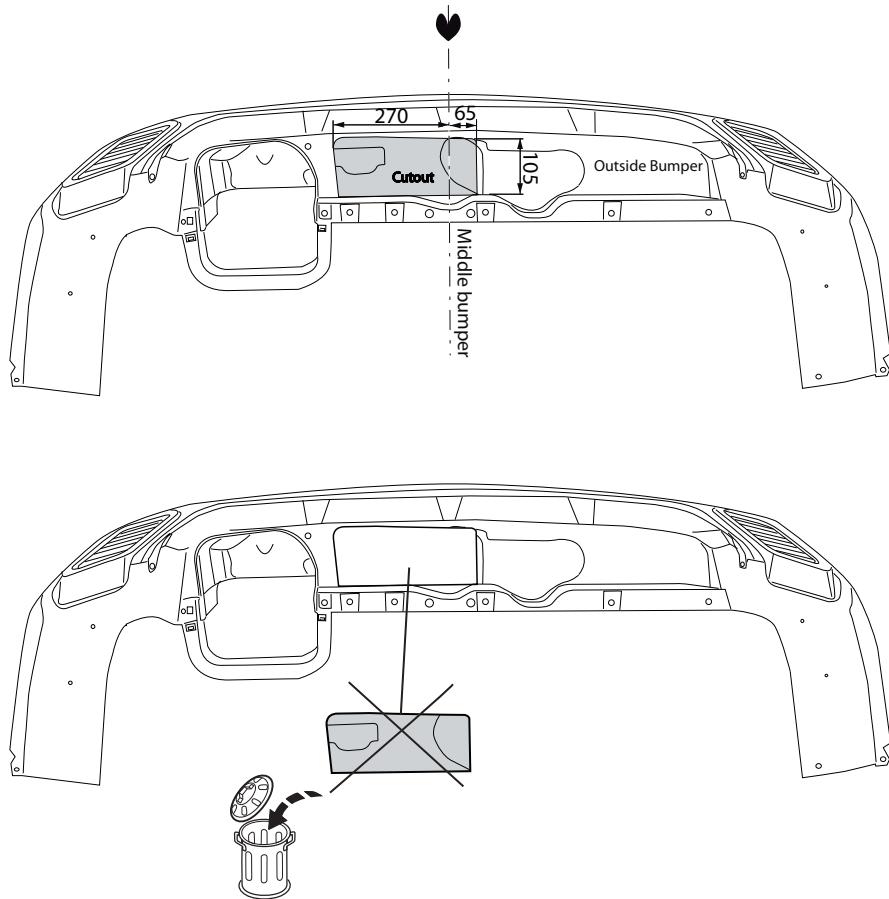

Fig.2
7. Выпилить часть из бампера в середине снизу, как указано на рис. 2.